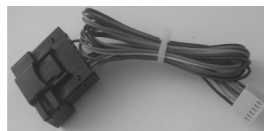

Рис. 2 Жгут для подключения БК
**3.1** Подключите колодку OBD II из жгута для подключения (рис.2) к диагностическому